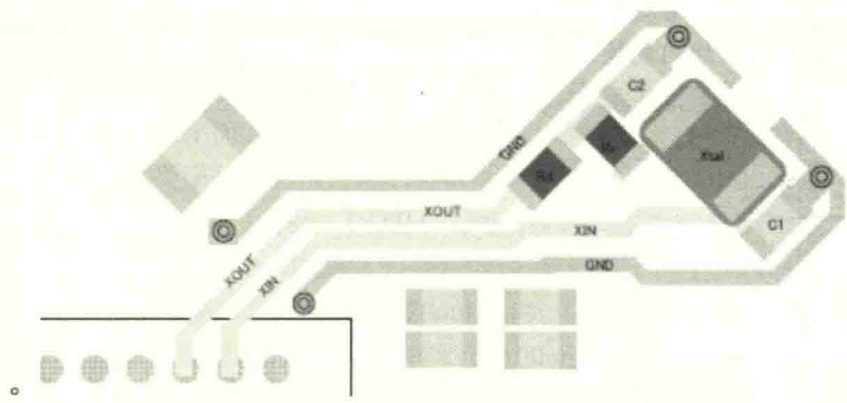

图 14-19 32.768kHz 晶振包地处理
(3) 进行 32.768kHz 晶振包地处理，第二层参考地平面，本体下尽量不要走其他数据线，以免对时钟造成干扰，并且走线越短越好，如图 14-19 所示。